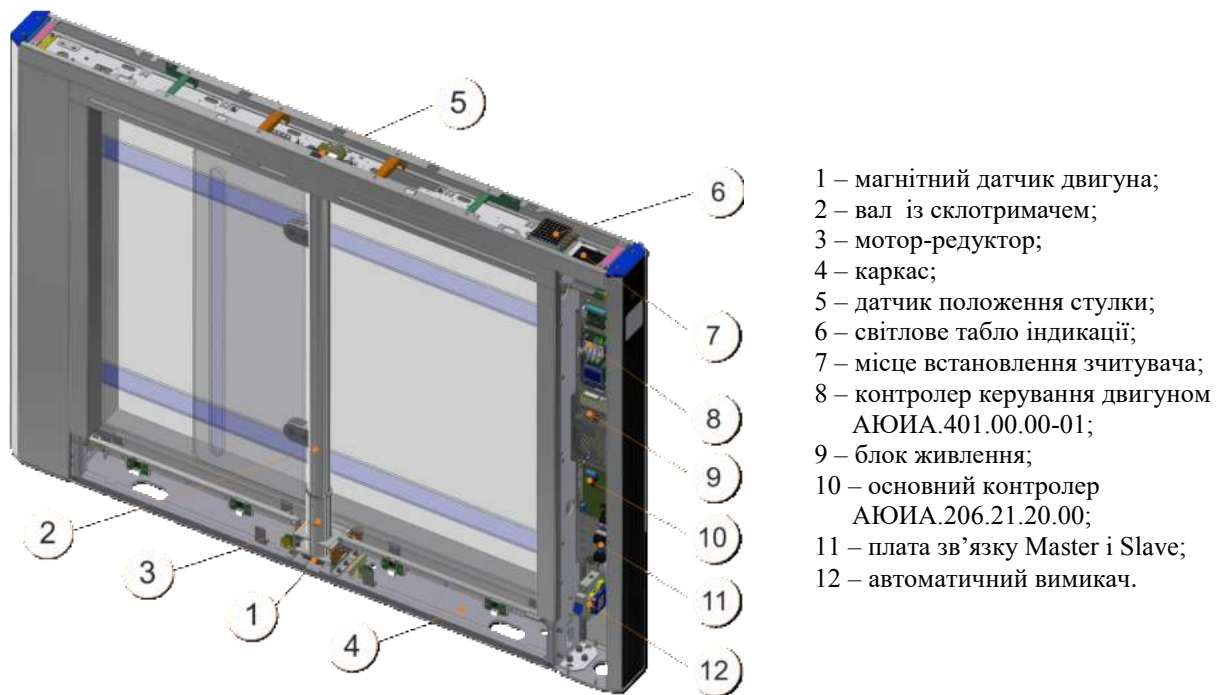

Рис.5 – Загальний вигляд та конструкція робочого механізму та панелі керування турнікету «Sweeper-S-BM-1» (Master)
Контролери АЮІА.401.00.00-01 (8) керують двигунами турнікету (див. рис.5), аналізуючи сигнали від датчиків двигуна (1) та датчика положення стулки (5), забезпечують захист двигунів від перевантажень. Контролер АЮІА.206.21.20.00 (10) аналізує інфрачервоні датчики, отримує команди керування від зовнішніх пристроїв (пульт керування, СКУД тощо), керує індикацією та формує сигнали зворотного зв'язку для СКУД. (Детальніше опис контролера турнікету викладено у розділі 1.5).